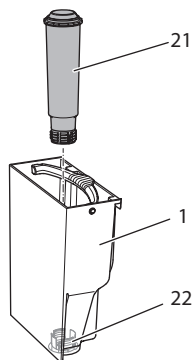

Рис. 15: Завинчивание и отвинчивание фильтра для воды
- Снимите фильтр для воды (см. Рис. 15 на стр. 250).
- Вставьте новый фильтр в контейнер для воды (см. *Рис. 15*).
3. Извлеките фильтр для воды (см. *Рис. 15*).